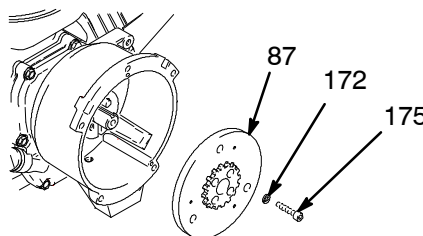

Fig. 7
9. Fig. 7. Introduire un tournevis à frapper ou un autre outil en coin entre l'induit (87) et le carter d'embrayage pour maintenir l'arbre moteur pendant le démontage.
10. Retirer les quatre vis (175) et leurs rondelles d'arrêt (172).
11. Enlever l'induit (87).